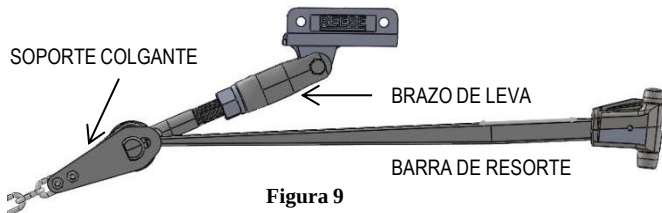
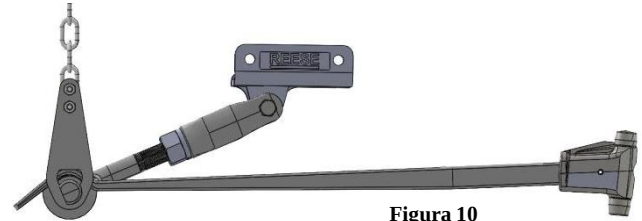

Figura 9
Figura 10
3. Instale el soporte colgante (con los extremos de los pernos en U orientados al interior) y la cadena sobre el sistema de leva deslizándola en la ranura con claveta del soporte colgante sobre el extremo inferior del brazo de leva (figura 9). Rote el soporte colgante hacia la posición vertical y hale la cadena vertical hacia el punto de unión de la cadena en el soporte a presión (Figura 10).